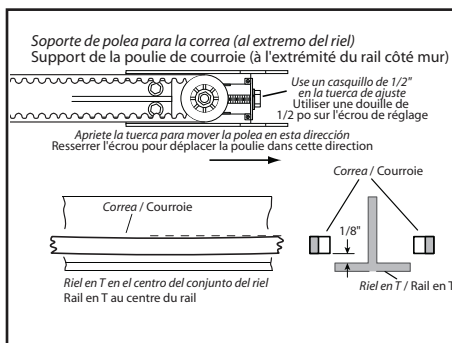

FIG. 1-7 Ajuste de la Correa.
2. Apriete la correa girando la tuerca de ajuste hacia la derecha. La tuerca de ajuste de la correa está localizada al lado opuesto de la caja de motor en el otro extremo del riel (Fig. 1-7).
3. Apriete la correa hasta que esta esté a aproximadamente a 1/8 in (0,32 cm) arriba de la base del riel y en un punto medio del mismo (Fig. 1-7).
2. Tendez la courroie en tournant l'écrou de réglage vers la droite. L'écrou de réglage de la courroie se situe à l'opposé de l'ensemble moteur, à l'autre extrémité du rail (Fig. 1-7).
3. Resserrer la chaîne jusqu'à ce que la chaîne soit 1/8 po au-dessus de la base du rail au milieu du rail (Fig. 1-7).